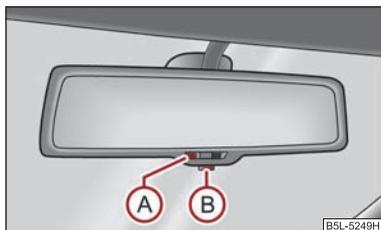

Fig. 53 Specchio interno automatico con posizione antiabbagliamento
- Premere il tasto **B** ⇒ fig. 53, la spia di controllo **A** si accende.